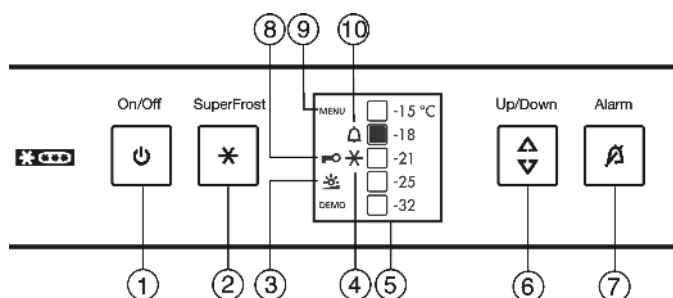

Fig. 3
- Symbolen SuperFrost Fig. 3 (4) blinkar tillsammans med temperaturdisplayen.